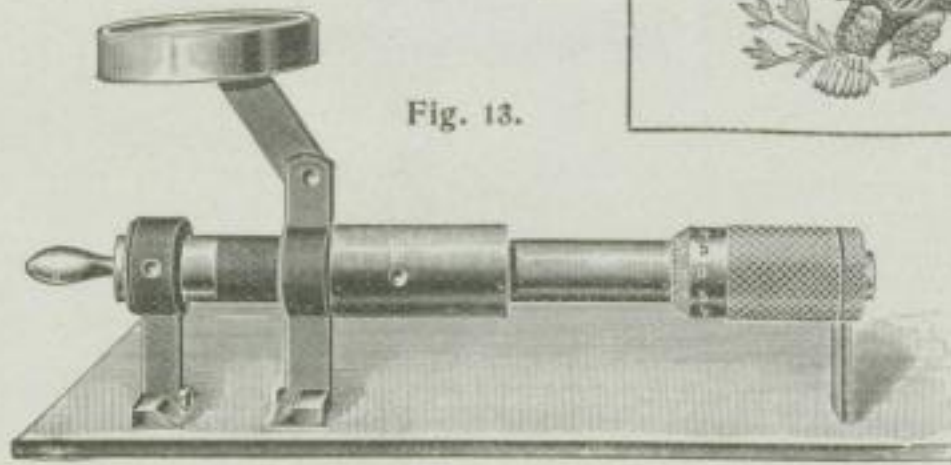
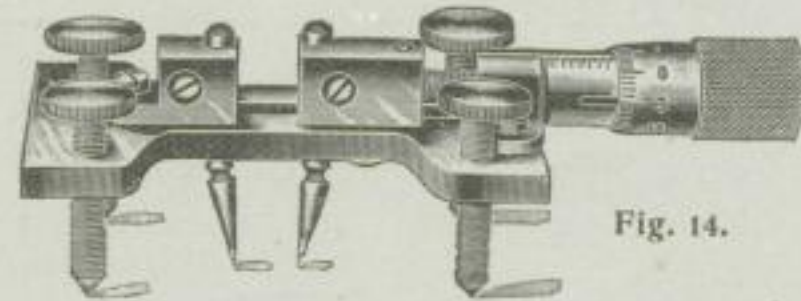

Fig. 13.
Fig. 14.
1. u. 2. zum alleinigen Messen des Kalottendurchmessers in 1:100 mm, mit und ohne Lupe, Fig. 13 u. 14;
**Handhabung:** Der mit dem Instrument Fig. 13 oder Fig. 14 gemessene Kalottendurchmesser wird mit dem horizontalen Nonius des Schiebers auf der vertikalen Skala eingestellt, worauf mit dem vertikalen Nonius rechts die entsprechende Eindrückungstiefe sofort in 1:100 mm abgelesen werden kann.